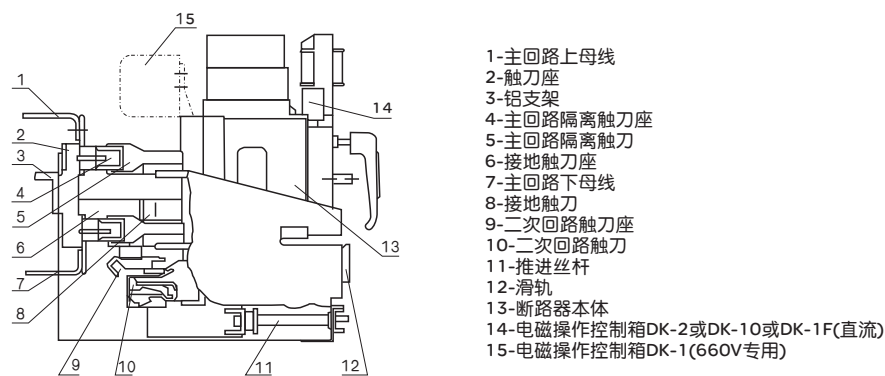

图6 抽屉式断路器(抽屉式限流断路器)结构示意图
□ DW15C抽屉式断路器(DW15C抽屉式限流断路器)由断路器(限流断路器)本体和抽屉座组成,其隔离触刀,二次回路动触头系统,接地触刀,支承导轨等零部件均固定在断路器(限流断路器)本体上,抽屉座由左右侧板、横梁、固定铝支架等组成,该支架上装有隔离触刀座、接地螺母,侧板上装有接地母线、二次回路静触头系统、滑轨、联锁导轨、指示装置等。抽屉座正下方装有螺旋杆式进退操作机构,操作手柄可自由装卸。抽屉式断路器(抽屉式限流断路器)结构图见图6。